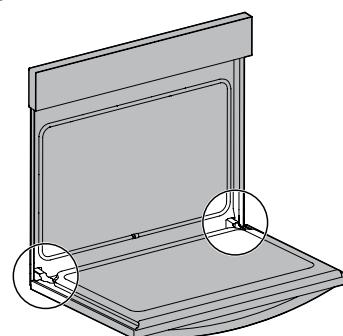

Figure 27: Ubicación de las bisagras de la puerta
1. Abra completamente la puerta del horno dejándola horizontal con el piso (Figure 27).
3. Abra completamente la puerta del horno, dejándola horizontal en relación con el piso (Figure 27).